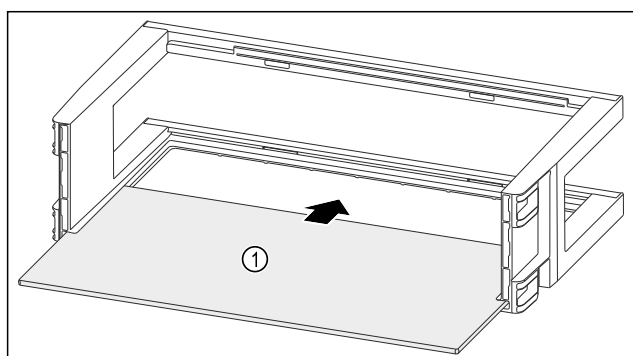

Fig. 93
- Draagplateau Fig. 93 (1) in de zijdelingse inkepingen schuiven.